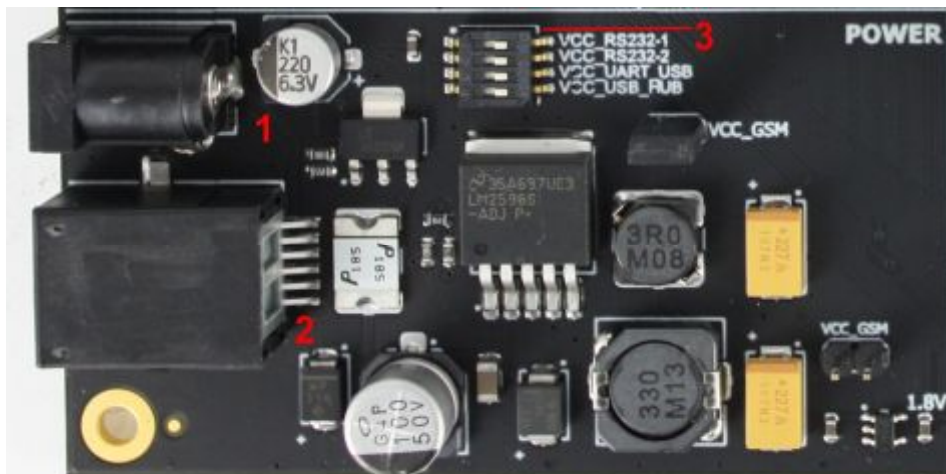
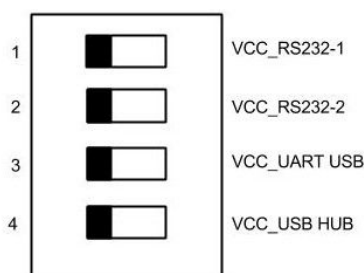
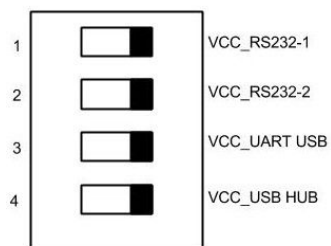

Рис. 2.3 Блок Power – внешний вид
Рис. 2.4 Блок Power – питание блоков периферии отключено
Рис. 2.5 Блок Power – питание блоков периферии включено
Power - блок питания (см. Рис. 2.3), предназначенный для обеспечения функционирования всей периферии устройства. Питание может подаваться на один из двух разъемов: штекер 5.5x2.5 или TJB-6P6C. Для подачи питания на плату может использоваться блок питания, входящий в комплект.
- Гнездо питания штекер 5.5x2.5 (см. цифру 1 на Рис. 2.3);
- Разъем питания TJB-6P6C (см. цифру 2 на Рис. 2.3).
Блок питания имеет переключатель (см. цифру 3 на Рис. 2.3). Для того чтобы включить/выключить подачу напряжения на определенные блоки периферии, переведите переключатель в соответствующее положение (см. Рис. 2.4 и Рис. 2.5). Назначение выводов переключателя приведено в таблице 2.1.